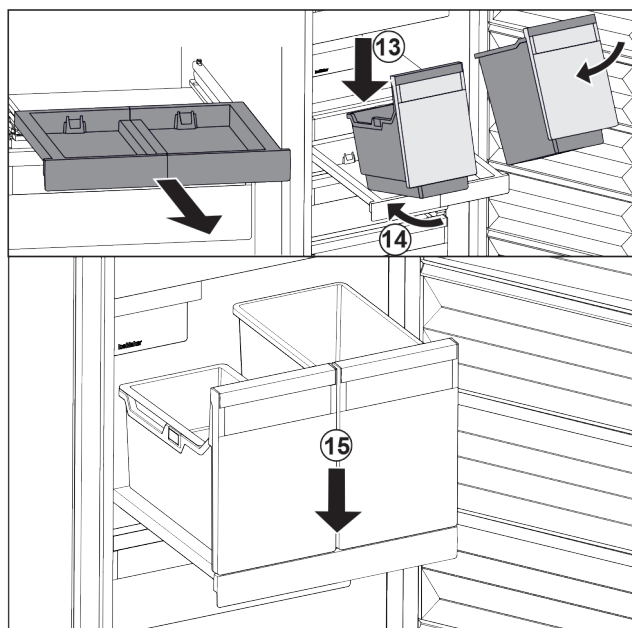

Fig. 95
- ▶ Nasadte nádobu šikmo na vyťahovaciu poličku. Fig. 95 (13)
- ▶ Zasuňte nádobu šikmo dozadu. Fig. 95 (14)
- ▶ Zložte nádobu vpredu. Fig. 95 (15)